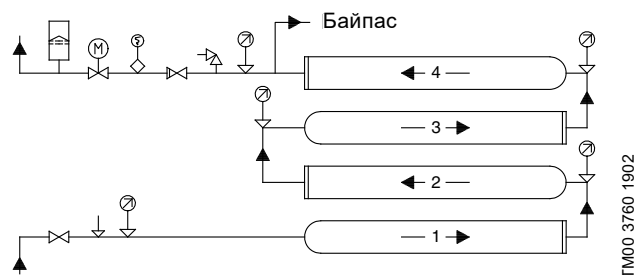

Рис. 6 Система підвищення тиску з чотирма модулями, з'єднаними послідовно, встановленими один над одним
- Для модулів, з'єднаних послідовно, встановлених один над одним, рекомендується з'єднати труби, як показано на рис. 6.